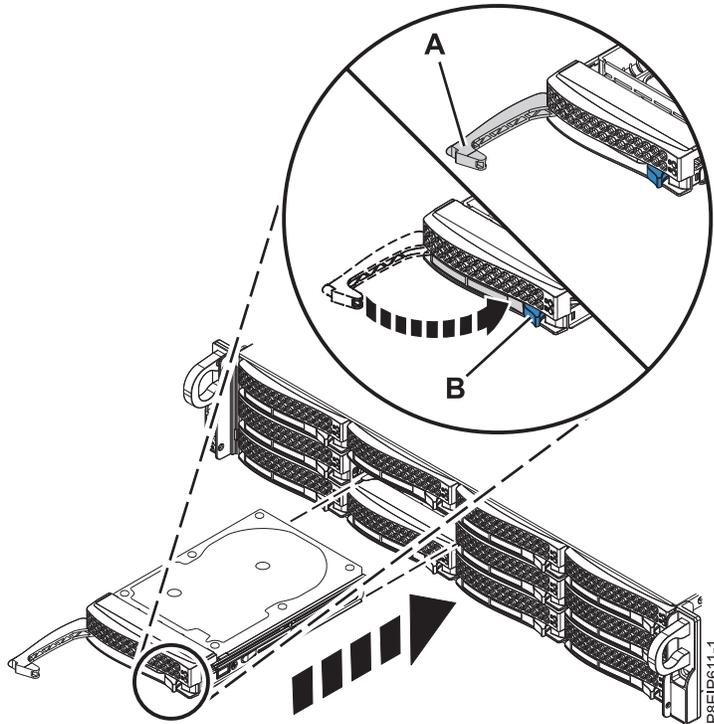

Figura 77. Detalle de bloqueo de la unidad de disco
3. Bloquee el asa de la bahía de unidad (A) presionando el pestillo de liberación del asa hasta que encaje en (B) como se muestra en la Figura 77 en la página 114.